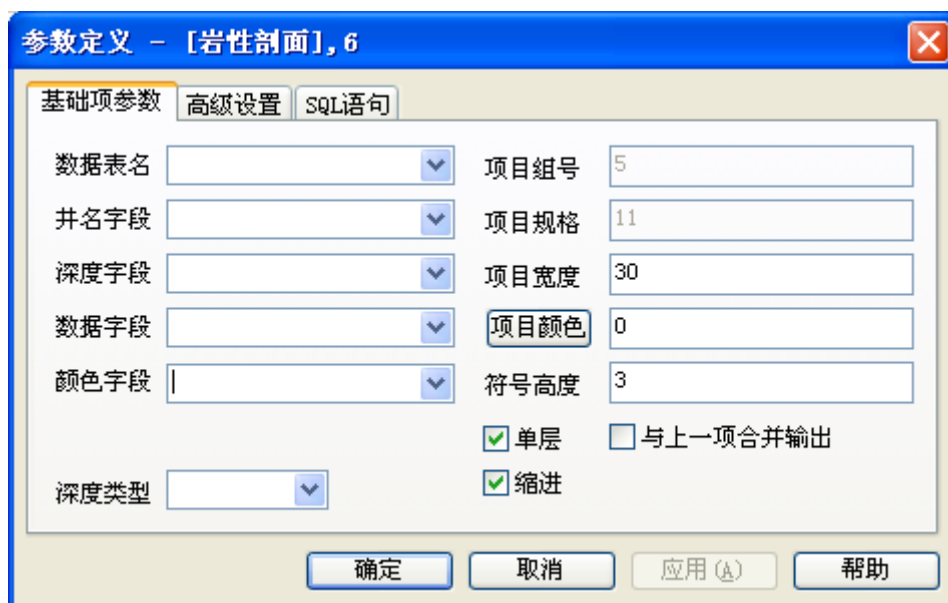

图 35
E. 双击内容中的岩性剖面，弹出图 35 所示的岩性剖面—井深对话框。